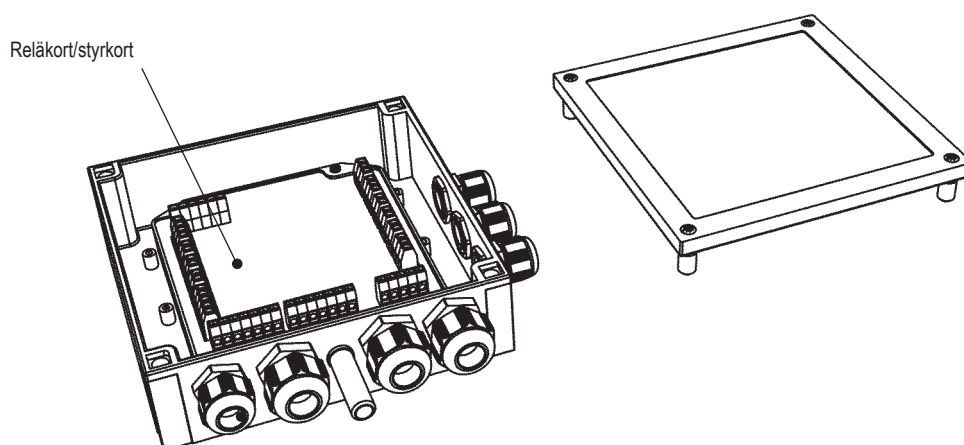

Bild 19. Kopplingsenhet
2. Demontera kopplingsenhetens lock, det sitter monterat med fyra skruvar, se Bild 19.